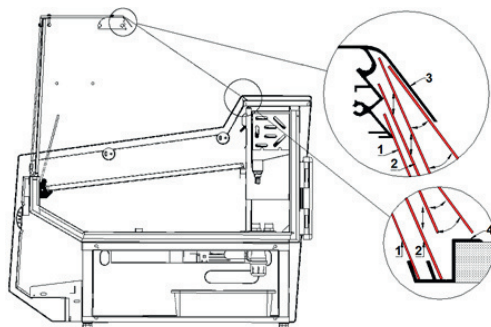
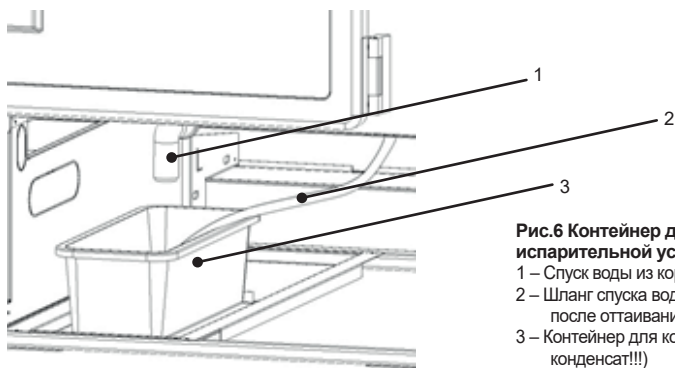
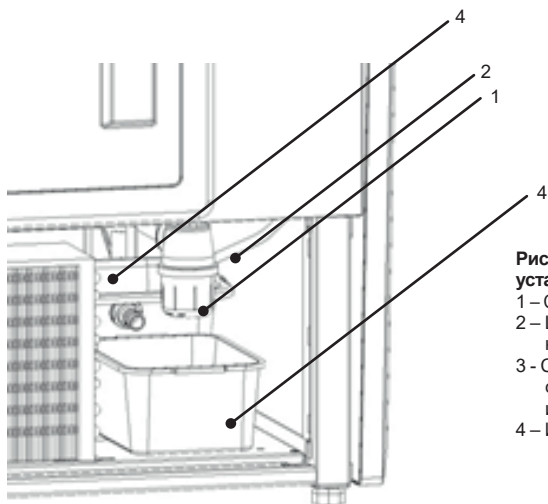

Рис. 5 Монтаж/демонтаж ночных шторок
Рис.6 Контейнер для конденсата (версия без испарительной установки)
Рис.7 Слив (версия с испарительной установкой)
ВНИМАНИЕ: В случае витрин типа «Gastro» перед укреплением стеклянного бока следует вытянуть из витрины универсальную ванну для салатов Рис.5 (стр.46), чтобы иметь свободный доступ к боку ABS и чтобы иметь возможность свободно прикрутить стеклянный бок при помощи прижимов стекла Рис.6/1 (стр.48).
8. Установить ночные шторы Рис. 5 (стр. 46).
9. Подложить емкость для конденсата на основе оборудования согласно Рис. 6 (стр. 48) или Рис. 7 (стр. 48)